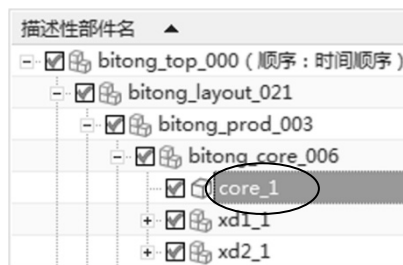

图 16-64 将“core-1”设为显示部件
- (1) 在横向菜单中选取“窗口”，选取 bitong_top_000.prt，打开模具装配图。
- (2) 在“装配导航器”中将型芯（core-1）设为显示部件，如图 16-64 所示。